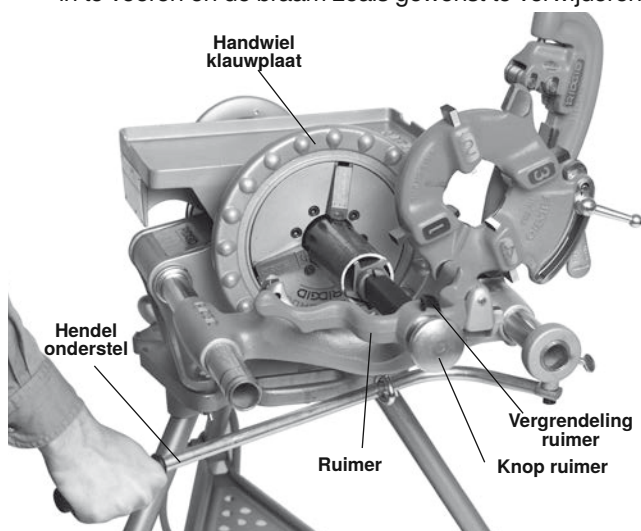

Afbeelding 21 - Snijden met de 360 Pijpsnijder
4. Pak de toevoerhendel van de pijpsnijder met beide handen vast (Afbeelding 21).